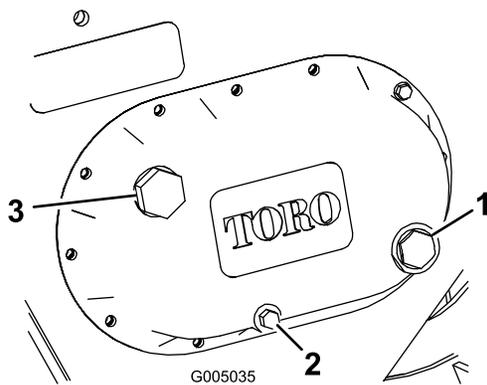

图 15
3. 检查齿轮箱侧面的透明玻璃量规图 15。
4. 如果齿轮润滑油的油位低请拆下加油塞图 15并在齿轮箱中注入齿轮润滑油直至油位与量规中的红点齐平。
4. 取下排油塞图 15让油排到容器中。
6. 拆下加油塞图 15并在齿轮箱中注入齿轮润滑油直至油位与量规中的红点齐平。